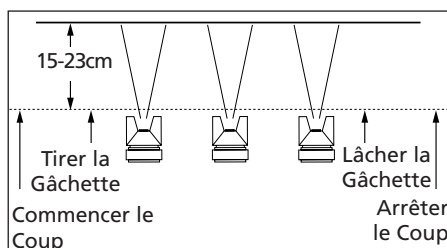

Figure 6
- Tirer correctement sur la gâchette. Commencer le mouvement au début du coup AVANT DE TIRER SUR LA GÂCHETTE et la relâcher AVANT D'ARRÊTER LE MOUVEMENT à la fin du coup. Cette procédure "mélange" chaque coup avec le prochain sans avoir l'apparition de chevauchement ou d'inégalités (Voir Figure 6).